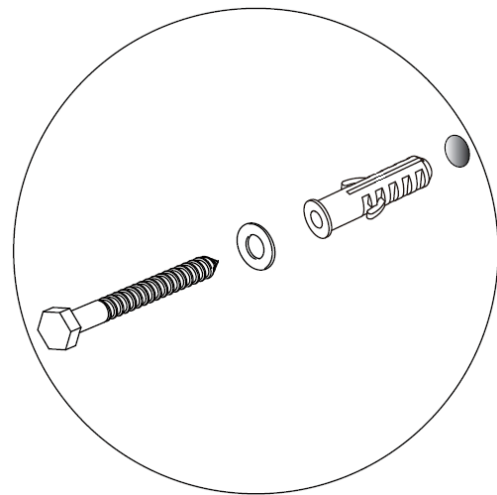

Fig. 4b
- Inserire i tasselli in plastica nei fori, quindi fissare saldamente la staffa di montaggio a parete con viti e rondelle sulla parete. (vedi Fig. 4b).
- Collegare il tubo di alimentazione (6) alla rete idrica.